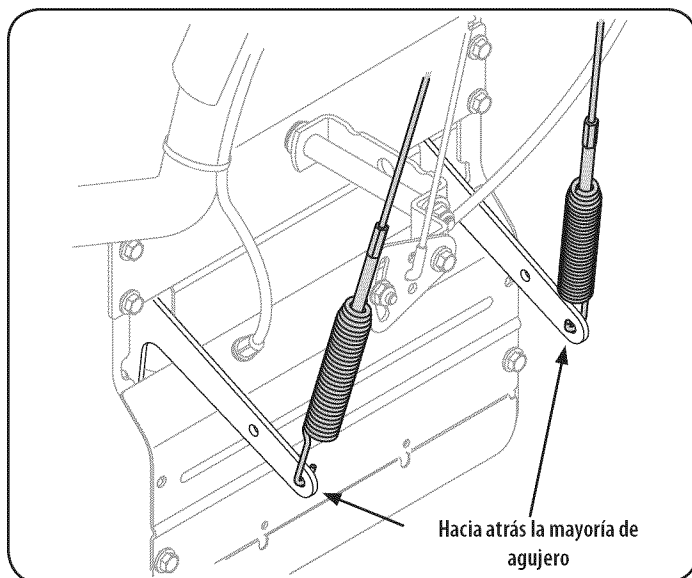
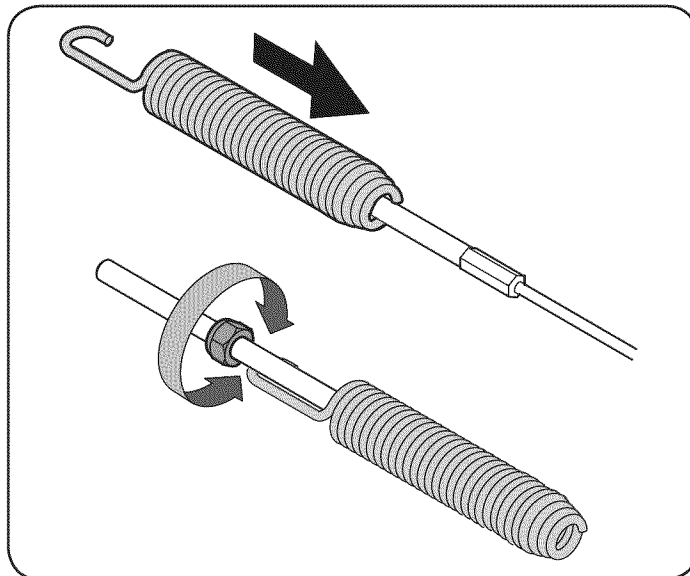

Figura 13
Figura 14
- Desde debajo de la palanca, tire hacia abajo en el cable apropiado y desenganche la primavera se encuentran en el extremo del cable de su respectivo soporte actuador. Las cifras se refieren a Figura 13 y Figura 14.
- Deslice la primavera hasta el cable para exponer el cable acoplador hilos y tuerca. Consulte la Figura 14.
- Segura del cable de conexión de cada primavera en el agujero adecuado de los respectivos actuador soporte. Ambos cables de gancho en el agujero más hacia atrás en cada soporte, como se muestra en la Figura 13.
NOTA: Para facilidad de eliminación para el ajuste, montar los ganchos de los muelles que miran hacia las ruedas como se muestra en la Figura 13.